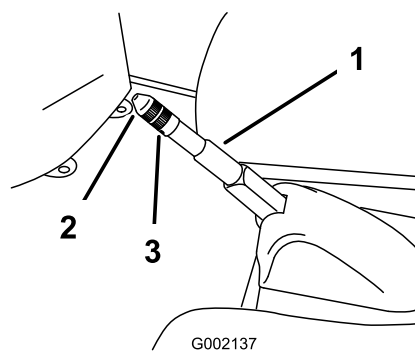

Рисунок 51
2. Ослабьте установочный винт, который крепит рукоятку к рычагу стояночного тормоза (Рисунок 51).